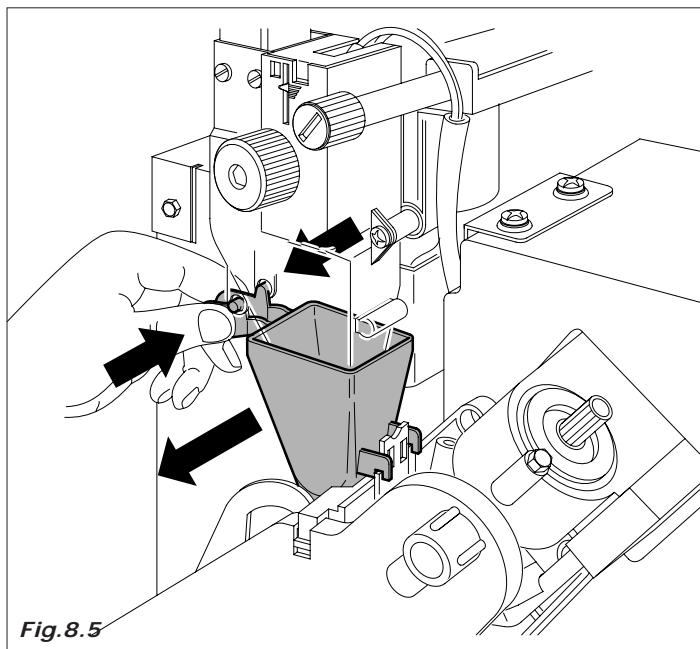

Fig. 8.5
- tubo de escorregamento e conduto café (Fig.8.5)